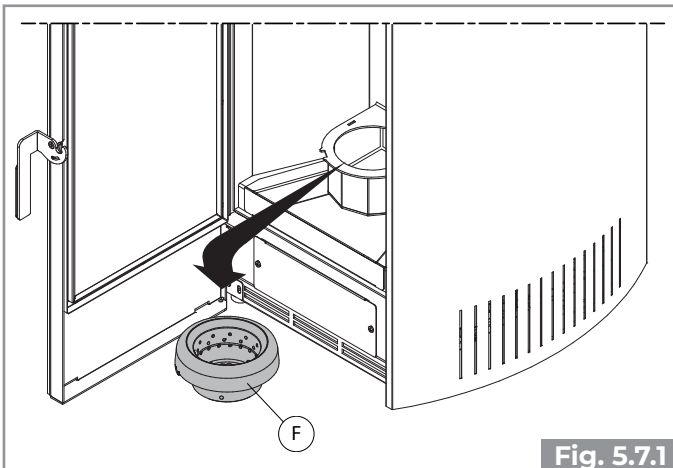
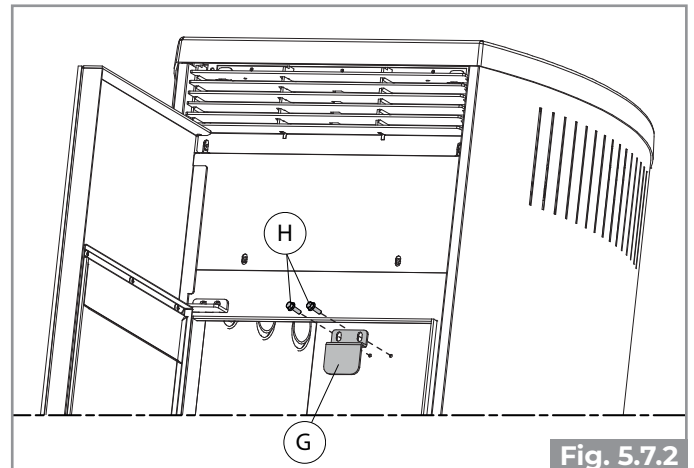

Fig. 5.7.1
Fig. 5.7.2
- Abrir la puerta, remover el brasero F (Fig. 5.7.1) y la abrazadera de fijación G procediendo en los dos tornillos H (Fig. 5.7.2);